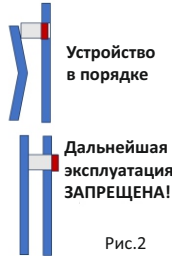

Рис.2
- **Индикатор падения (рис.2).** Убедитесь что индикатор падения не был активирован после падения